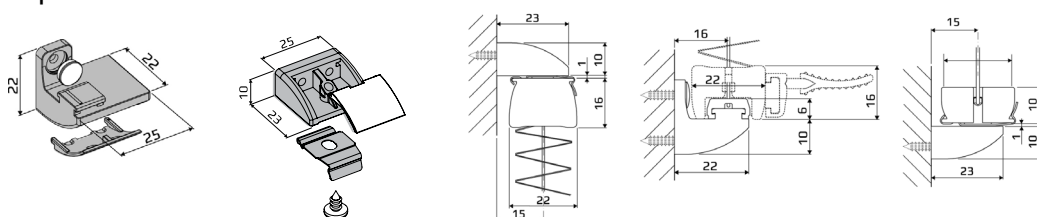

Рис.8
- Высота = Высота по габариту штапика + Высота кронштейнов* (Рис.8)
Размеры рам сложной формы снимаются по габаритам штапиков в соответствии с рис.9. Убедиться, что вокруг штапика есть свободное место, равное высоте выбранного кронштейна (Рис. 8.). В заявке написать “сделать перекрытие, равное высоте кронштейна” (см. рис 4.2).